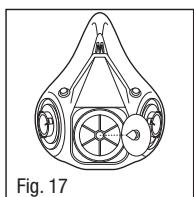

Fig. 17
2. Tome la válvula y jale el vástago del asiento de la válvula (Fig. 17).